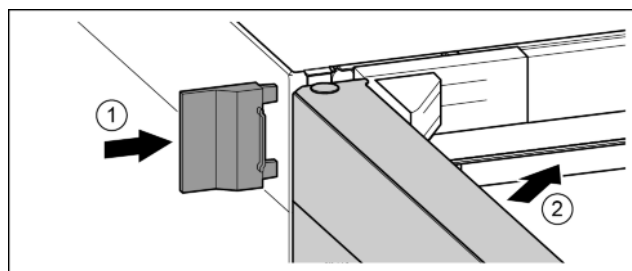

Fig. 25
► Надвинуть внешнюю крышку. Fig. 25 (1)
► Закрыть верхнюю дверь. Fig. 25 (2)